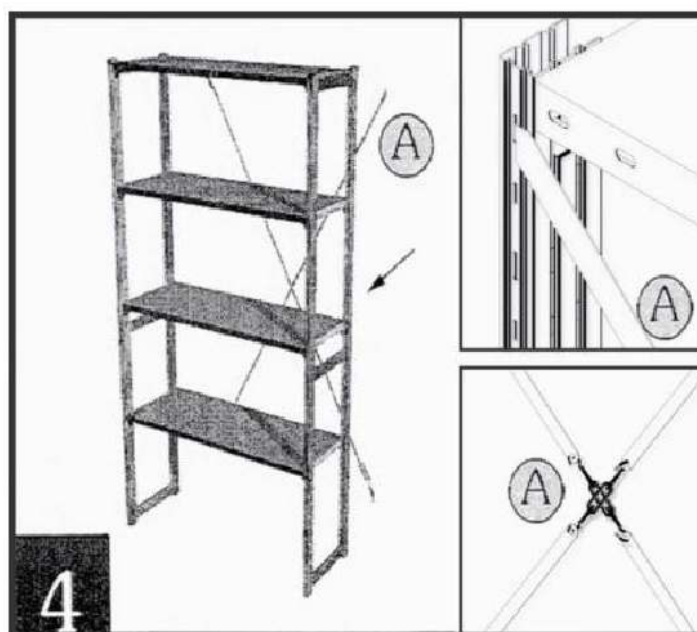

Рис.4 Установка крестовины жесткости
4. Крестовина жесткости располагается с задней стороны стеллажа, вставьте зацепы крестовины жесткости в отверстия торца противоположных спаренных стоек на одном уровне, согните их под углом 45 градусов по направлению к центру стеллажа, соединение пластин крестовины происходит с помощью двух талрепов (крюк-крюк) (рис. 4).